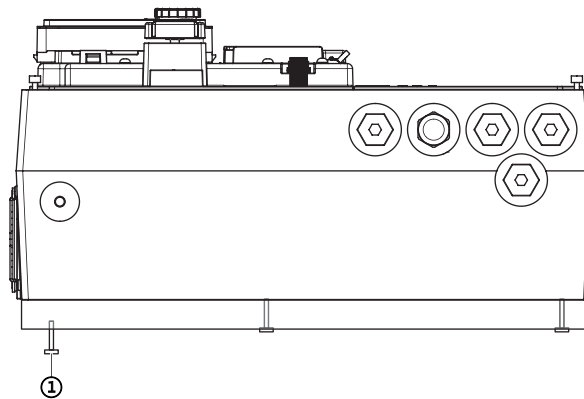

Fig. 115: Uvolnění desky adaptéru
6. Povolte šrouby desky adaptéru na spodní straně elektronického modulu (Fig. 115, poz. 1).